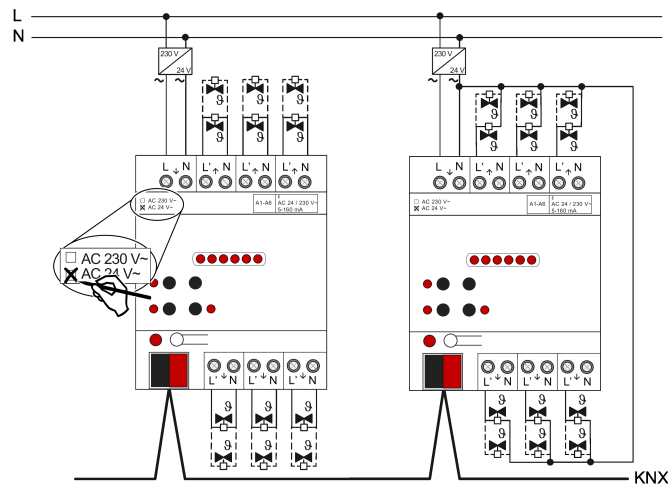

Figure 4: Raccordement de servomoteurs 24 V AC
- Raccorder les servomoteurs 24 V AC conformément au schéma de raccordement (voir figure 4). Il est possible de raccorder les servomoteurs soit individuellement et directement aux bornes des sorties de l'actionneur de chauffage (exemple de raccordement à gauche), soit par le biais d'un conducteur commun (exemple de raccordement à droite).